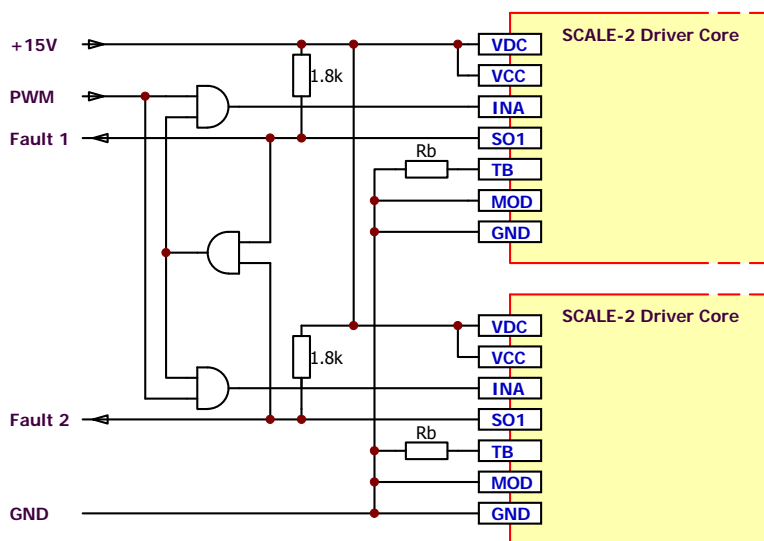

图 2: 推荐的双并联门极驱动器的原方接口示例
- 所有并联驱动器的电源电压 VCC 和 VDC（如果可用）必须来自同一电压源，以确保驱动器对称地运行（请参考图 2）。
- 所有并联驱动器的输入信号 INA 和 INB 必须来自同一逻辑缓冲器（驱动器），以确保延迟差异极小（请参考图 2）。
- 发生故障时，必须等待所有并联的驱动器的故障反馈端全部复位之后再进一步操作，以确保所有并联的驱动器的阻断时间全都结束。可使用图 2 中的相应电路满足此要求。